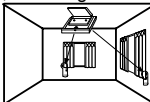

Figure 4
- Monté au plafond** - (Pour obtenir les meilleurs résultats, le ViTRON sans fil est centré et dirigé vers la vitre à protéger, en se servant du support orientable fourni, voir la figure 4).